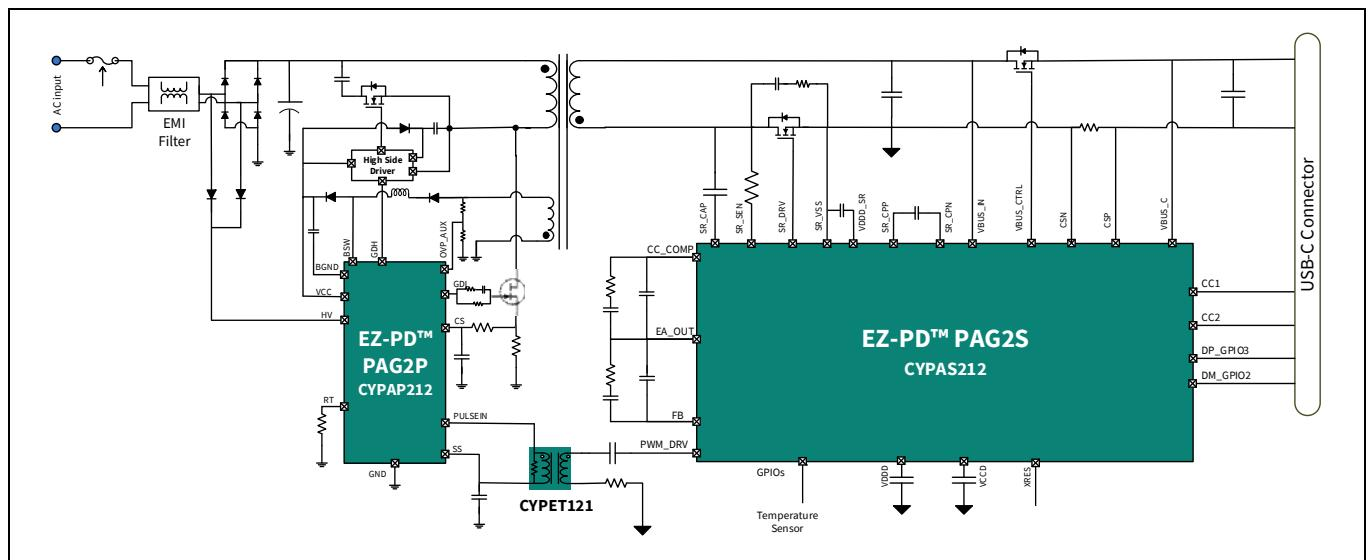

Figure 1 具有次级侧反激式控制的 USB PD 适配器
Figure 1 显示的是实现次级侧控制同步反激式系统的电源适配器应用图。在该系统中，EZ-PD™ PAG2S-AC 在电压控制模式下调制初级 MOSFET 的脉冲宽度。PAG2S-AC 使用内部误差放大器 (EA) 和可编程斜坡发生器来确定 PWM 的脉冲宽度。该 PWM 信号通过脉冲边沿变压器从次级侧传输到初级侧。ACF 信号也通过同样的脉冲变压器进行传输。在该拓扑结构中，PAG2S-AC 集成了三个关键功能：采用 ACF 的次级侧 PWM 控制、充电协议控制和故障保护。在以下示例中，EZ-PD™ PAG2P 用作初级控制器并与 PAG2S-AC 配合使用。
PAG2S-AC 集成了两个误差放大器模块，可处理恒压和恒流操作模式的次级输出检测和调节。误差放大器输出被馈入到内部模拟 PWM 模块。误差放大器的负输入为反馈 (FB) 引脚，正输入为内部参考电压。根据所需的 VBUS 输出，可以使用内部源 / 灌电流 IDAC 更改 FB 引脚上的电压。FB 引脚和 EA_OUT 引脚之间需要一个外部补偿网络，如应用图所示（参见 Figure 1）。恒流操作使用内部 LSCSA，其输出被馈入到一个独立的误差放大器，如功能框图所示。需要在 CC_COMP_GPIOx 和 EA_OUT 之间放置一个外部补偿网络来实现恒流模式调节，如 Figure 1 所示。